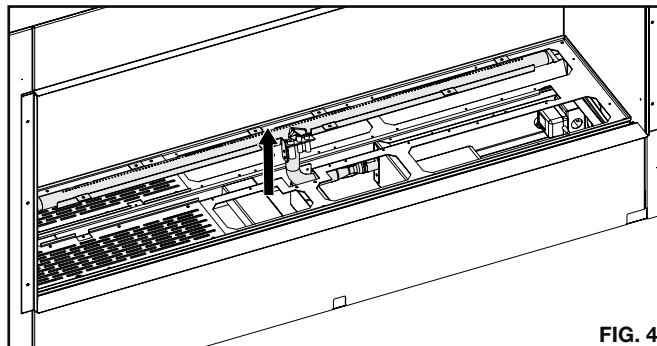

FIG. 4
8. Uninstall the screws securing the burner. Lift the burner from the appliance carefully as the pilot is secured to burner bracket. **(Fig. 4)**
8. Désinstallez les vis fixant le brûleur. Soulevez le brûleur de l'appareil avec précaution car le pilote est fixé au support du brûleur. (Fig. 4)